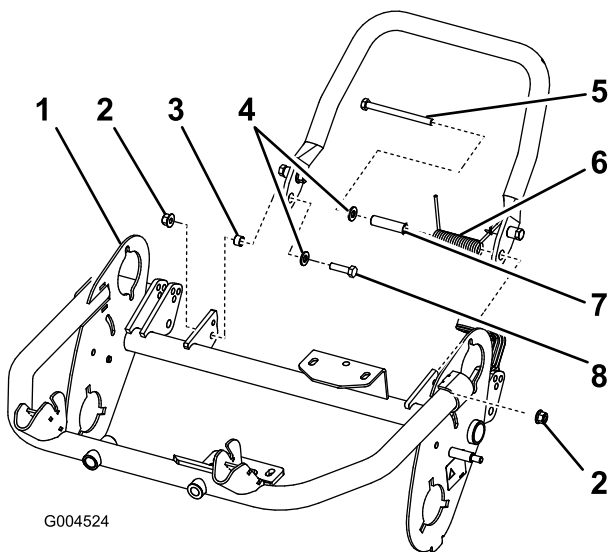

Figura 6
2. Instale uma anilha (M8) no parafuso pequeno (M8–1.25 x 030). Instale o lado direito do apoio no chassis com o parafuso e anilha, a cunha pequena e a porca de bloqueio (M8–1.25) (Figura 6). Certifique-se de que o parafuso é instalado pelo lado de dentro da estrutura conforme ilustrado em Figura 6.
Importante: Quando instalar a mola, coloque uma extremidade da mola sob a estrutura traseira (Figura 6).
5. Instale o lado esquerdo do apoio no chassis com o parafuso e anilha, a cunha grande e a mola e a porca de bloqueio (M8–1.25) (Figura 6). Certifique-se de que o parafuso é instalado pelo lado de dentro da estrutura conforme ilustrado em Figura 6.